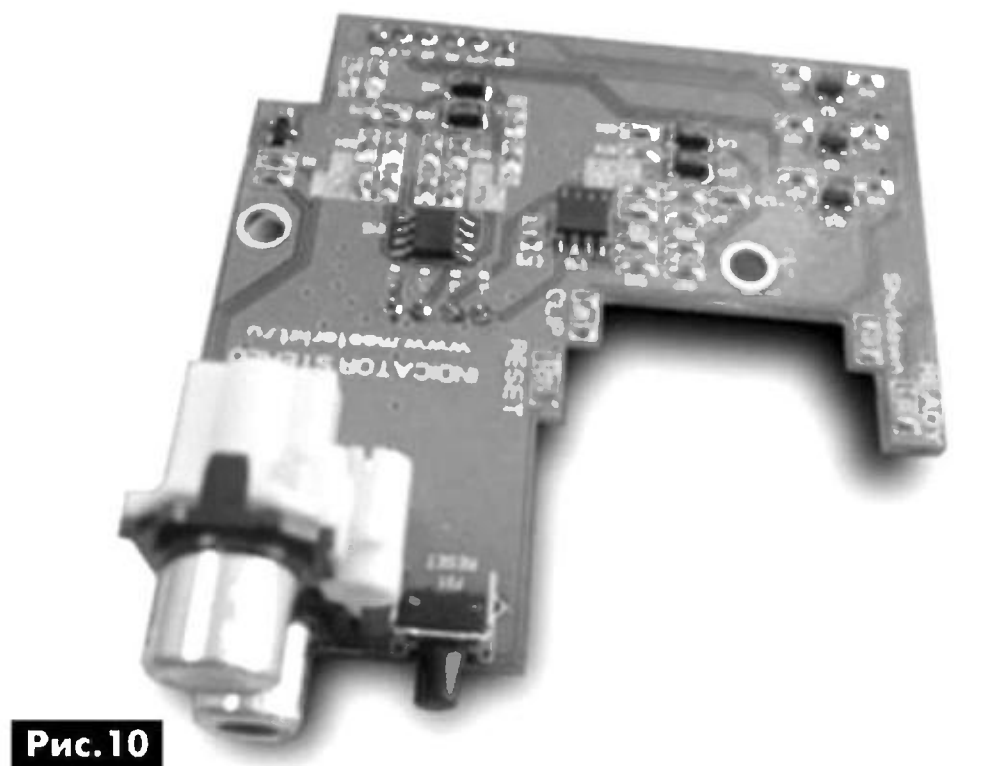

Рис.10
- 2-канальный MP5630I2 (**рис.10**);